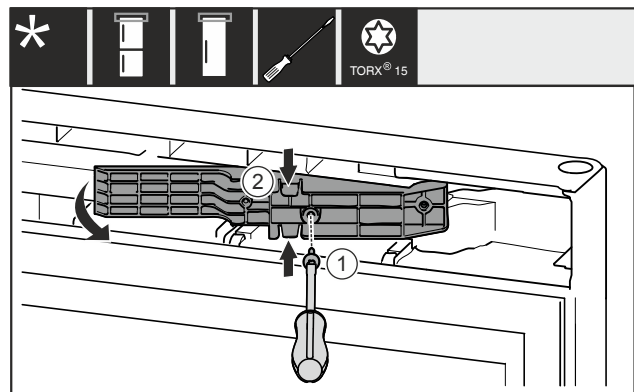

Fig. 13 *
- ▶ Távolítsa el a csavart Fig. 13 (1).*
- ▶ Finoman nyomja össze az illesztődarabot Fig. 13 (2) alul és felül, és húzza ki.*